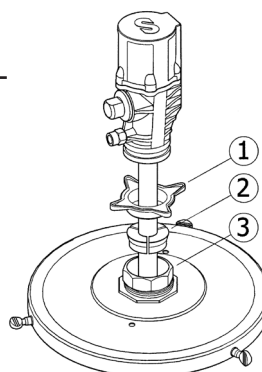

Fig. 2
Queste pompe devono essere montate su fusti con coperchi dotati di un tappo da 2". Allentare il dado a stella (1) dell'adattatore del tappo per rimuovere il dado inferiore (3) e avvitarlo nell'apertura del tappo da 2" del coperchio. Posizionare il dado a stella (1) e le tre ganasce (2) sul tubo di aspirazione. Introdurre la pompa attraverso l'apertura e fissare il gruppo all'altezza desiderata (fig. 2).